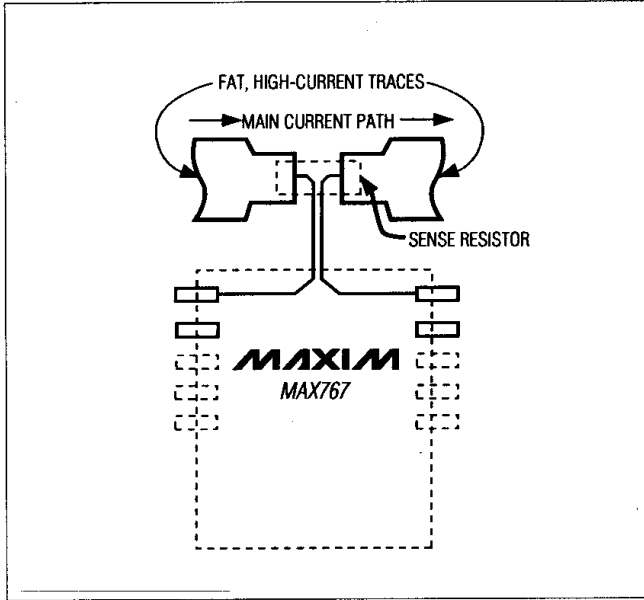

図2. 電流検出抵抗のケルビン接続
2. 検出抵抗の値はプリント基板上の数センチの配線と同等なため、トレース抵抗が大きなエラーを起こすこともあります。これを防ぐためには、CS及びFBを検出抵抗にケルビン接続して下さい。図2に示すようにインダクタまたは負荷電流を流さない独立した配線を使用して下さい。これらの信号は、DH、DL、BST及びLXから注意深くシールドして下さい。注意：検出抵抗をできるだけICの近くに配置し、MAX767から10mm以上離さないで下さい。
検出抵抗値はプリント基板上での数cmの幅の狭い配線と同じくらいになるため、配線抵抗によって大きな誤差を発生することがあります。この誤差を防ぐために、検出抵抗とCS-FB端子間をケルビン接続にします。例えば図2に示すようなインダクタ及び負荷電流を導かないような分離した配線を用います。